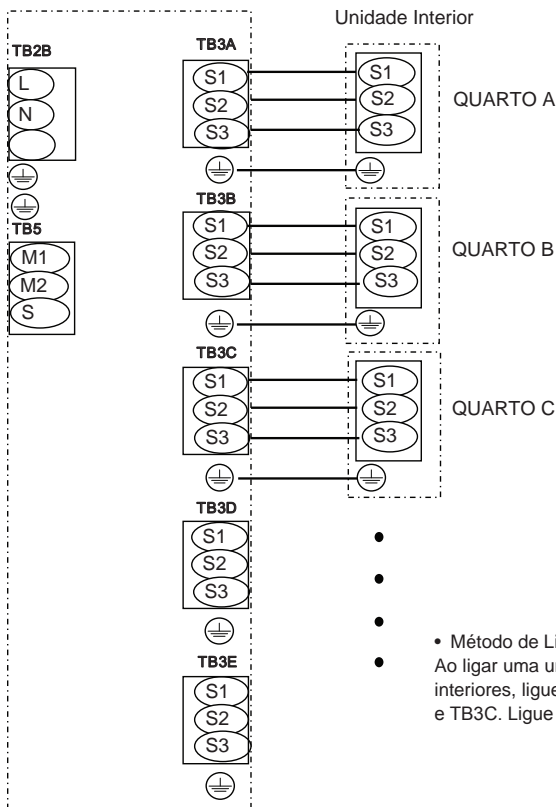

Fig. 8-9
8.2. Procedimento de cablagem externa (Fig. 8-8, Fig 8-9)